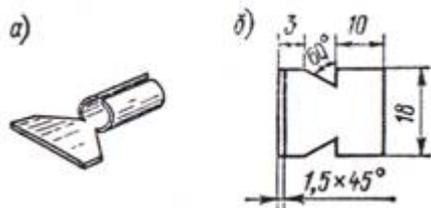

Рис. 9. Демонтажная насадка (а) и развертка заготовки (б).
1.12. Демонтажная насадка (рис. 9, а) может быть изготовлена из обрезка листовой меди толщиной 1,5—2 мм. Развертка заготовки показана на рис. 9, б. Прямоугольную часть заготовки плотно обжимают пассатижами вокруг стержня паяльника. Рабочую кромку стачивают на угол около 45° и лудят.